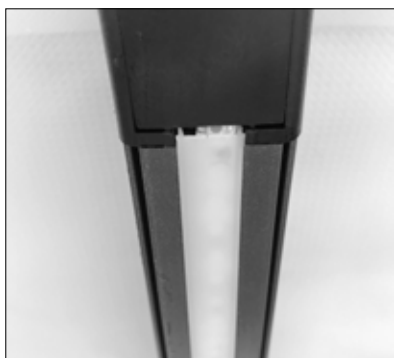

Abb. 50
- » Nach der Verkabelung (Abb. 46 und 47) den Diffusor auf Länge zuschneiden und in die Profilnut über das LED-Band eindrücken (Abb. 50).